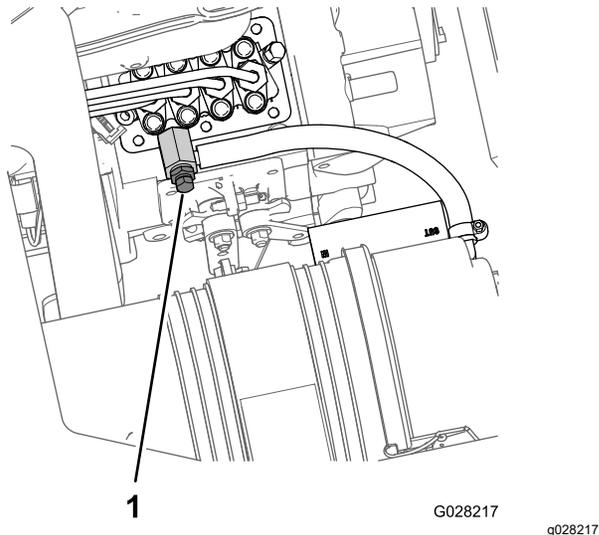

图 80
8. 将放油盘放在发动机燃油喷射泵部位的下方 图 80。
11. 让钥匙保持在“开启”位置直到有整股的燃油从排气螺丝周围排出 图 80。
12. 拧紧排气螺丝 图 80将钥匙转至“关闭”位置。
9. 打开燃油喷射泵 图 80上的排气螺丝。